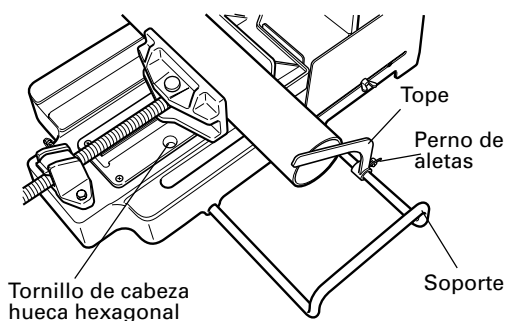

Fig.18
9. Cómo utilizar el tope (Fig.18)